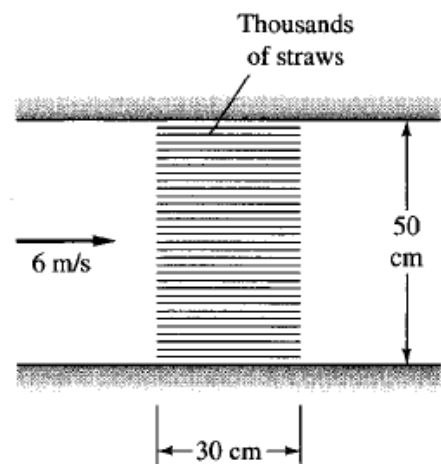

Fig. P6.28
Para enderezar y suavizar una corriente de aire en un conducto de 50 cm de diámetro se emplean pajitas de 30 cm de longitud y 4 mm de diámetro empacadas en una configuración de «panal de abeja», como se muestra en la Figura P6.28. Las condiciones a la entrada son 110 kPa y 20 °C, y la velocidad media 6 m/s. Estime la pérdida de carga en el «panal».
**6.28** For straightening and smoothing an airflow in a 50-cm-diameter duct, the duct is packed with a “honeycomb” of thin straws of length 30 cm and diameter 4 mm, as in Fig. P6.28. The inlet flow is air at 110 kPa and 20°C, moving at an average velocity of 6 m/s. Estimate the pressure drop across the honeycomb.